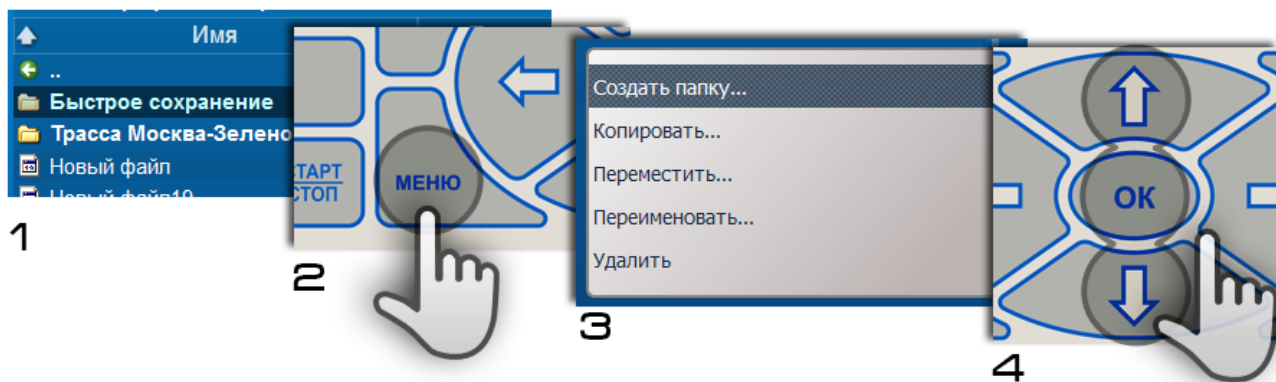

Рис. 36. Вызов меню и выбор действия над каталогом или файлом
Для выполнения операции над каталогом (рис. 36):
2. Нажмите кнопку «Меню» (рис. 36, поз.2).
На экране будет отображено меню (рис. 36, поз.3).
3. Выберите необходимое действие кнопками «Вверх» или «Вниз» (рис. 36, поз.4).